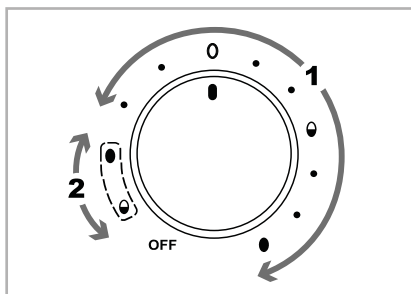

Fig. 1
- 1) Drej drejeknappen **9** til positionen, som svarer til, hvor hårdkogt, du ønsker ægget. Brug indstillingsområdet "1" (se fig. 1) med symbolerne og de tilhørende punkter foran:
Brug indstillingsområdet "1" med symbolerne og de tilhørende punkter foran, når du koger første gang. Brug indstillingsområdet "2" med de stiplede symboler (se fig. 1), når du koger anden gang.
- 2) Stil drejeknappen **9** på positionen, som svarer til den blødeste hårdhedsgrad for æggene (det er indstillingsområdet "1", se fig. 1). Kontrollampen **10** lyser, og kogningen starter.
- 4) Tag låget ❸ af, og tag forsigtigt det antal æg op, som skal være bløde.
- 5) Sæt låget ❸ på igen, og stil drejeknappen ❶ på positionen for de stiplede symboler (indstillingsområde "2", se fig. 1), som svarer til den ønskede hårdhedsgrad for æggene, som stadig er i produktet: